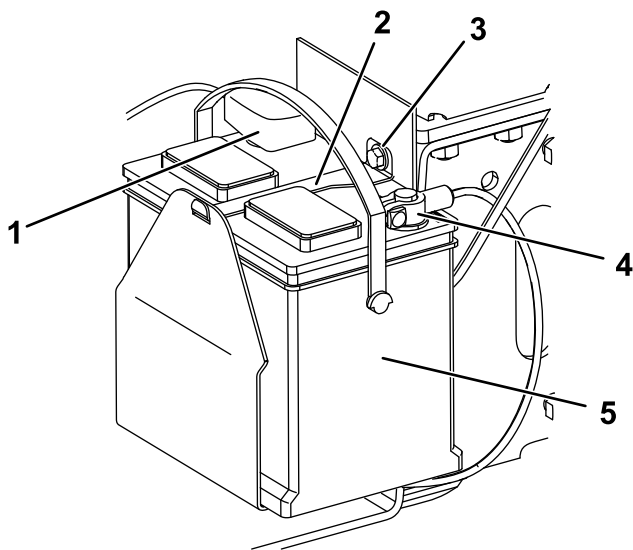

Bild 38
1. Schraube (3)
5. Entfernen Sie die Schraube, Scheibe und Stange, mit denen die Batterie befestigt ist (Bild 38).
- Klemmen Sie das (schwarze) Minuskabel vom Batteriepol ab (Bild 38). Bewahren Sie die Befestigungen auf.
- Klemmen Sie das Pluskabel (Rot) vom Batteriepol ab (Bild 38). Bewahren Sie die Befestigungen auf.
- Schließen Sie das Pluskabel (Rot) der Batterie mit den vorher entfernten Befestigungen am Pluspol (+) der Batterie an (Bild 38).
- Schließen Sie das Minuskabel (Schwarz) der Batterie mit den vorher entfernten Befestigungen am Minuspol (-) der Batterie an (Bild 38).
- Befestigen Sie die Batterie mit der Stange, Schraube und der Scheibe (Bild 38).